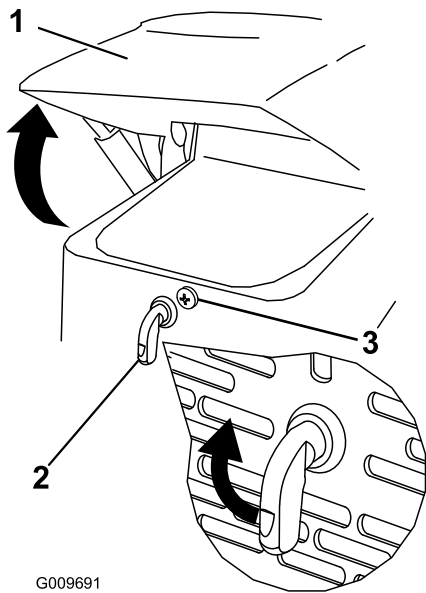

Figura 30
1. Afloje el tornillo de bloqueo del capó (Figura 30).
3. Apriete el tornillo de bloqueo del capó para bloquear el cierre (Figura 30).
2. Giro el cierre del capó en el sentido de las agujas del reloj (Figura 30).
3. Levante el capó (Figura 30).